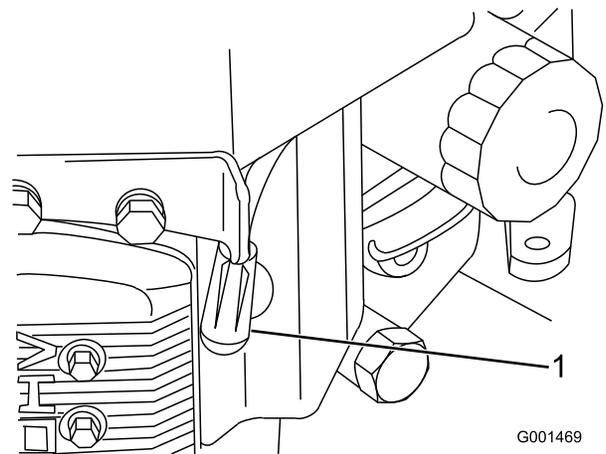

Figura 39
3. Scollegate il cappello dalla candela (Figura 39).